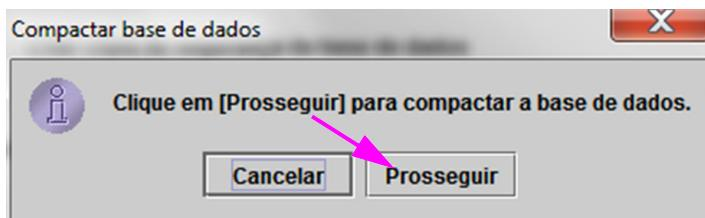

Figura 5-83. Caixa de diálogo de confirmação Compactar base de dados
2. Clique em **Prosseguir** na janela Gestão da base de dados. É apresentada a caixa de diálogo de confirmação Compactar base de dados. Consulte a figura 5-83.